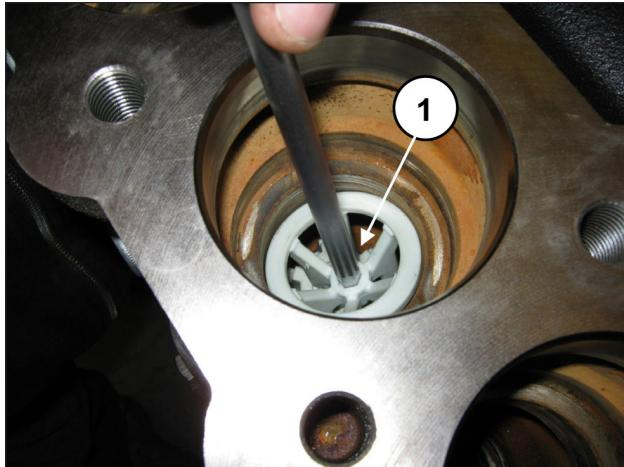

Abb. 100
Ziehen Sie das Distanzstück der Ventilführung durch Einsticken eines 8 mm Sechskantschlüssels in den entsprechenden Sitz und durch Anheben heraus (Pos. ①, Abb. 100).